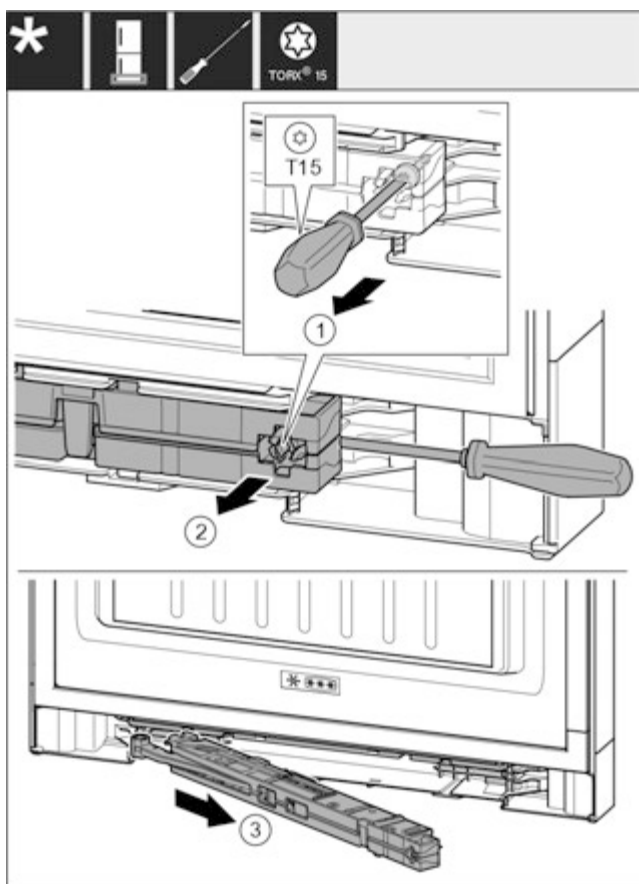

Fig. 17
- ▶ За допомогою викрутки T15 ослабте гвинт на демферному вузлі приблизно на 14 мм. Fig. 17 (1)
- ▶ Перемістіть викрутку з боку ручки за демферний вузол. Поверніть вузол уперед. Fig. 17 (2)
- ▶ Витягніть вузол. Fig. 17 (3)